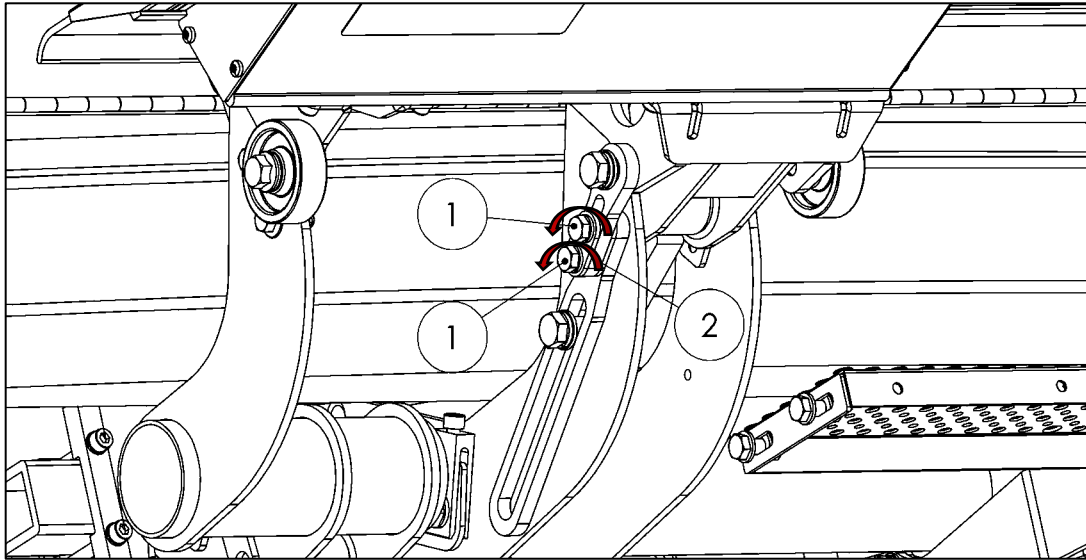

Abbildung 89
- Die 2 x Schraube (Pos. 1) von der Spannplatte (Pos. 2) lösen (siehe Abbildung 89).